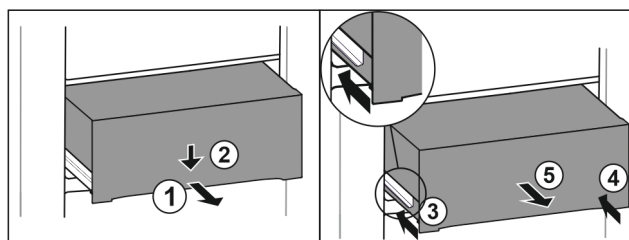

Fig. 133
- ▶ Tõmmake sahtel poolde välja. Fig. 133 (1)
- ▶ Vajutage sahtlit esiküljelt allapoole. Fig. 133 (2)
- ▶ Lükake vasakut siini 2 cm sisse. Fig. 133 (3)
- ▶ Lükake paremat siini 2 cm sisse. Fig. 133 (4)
- ▶ Võtke sahtel ettepoole välja. Fig. 133 (5)